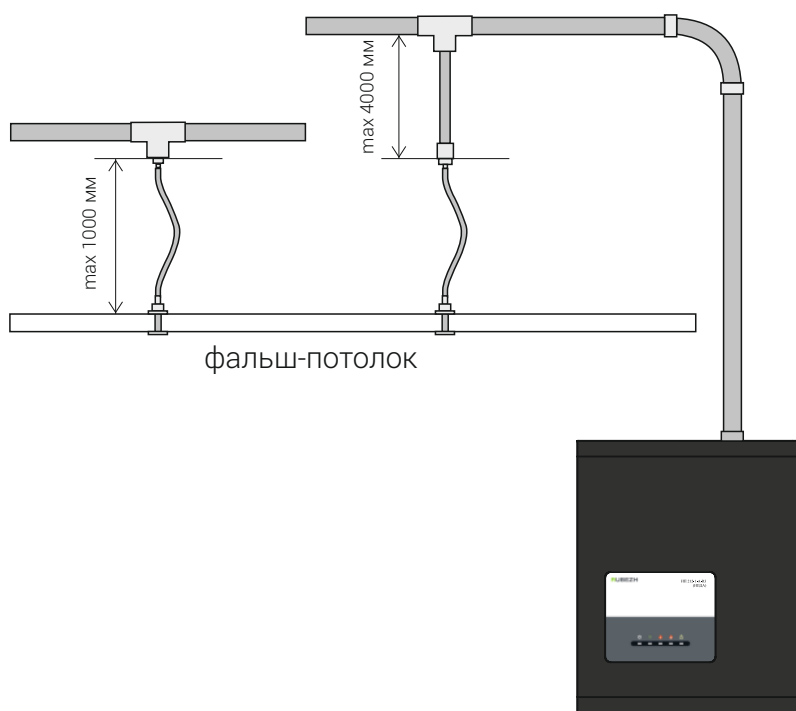

Рис. 6. Варианты построения ответвлений воздухозаборной трубы
- При недостаточной длине допускается использование жесткой трубы 25 мм, максимальная длина которой составляет 4 метра (см. Рис. 6).